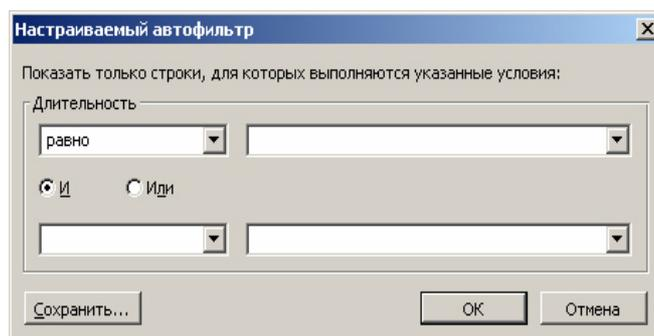

Рис. 1.8. Диалоговое окно настройки автофильтра
*Автофильтр* — режим фильтрации в таблицах на основе значений одного столбца. Включение/выключение режима автофильтра осуществляется с помощью меню Проект/Фильтр/Автофильтр. После подключения автофильтра в заголовке столбца таблицы появляются кнопки фильтрации, при нажатии выдается диалоговое окно определения параметров фильтрации (рис. 1.8).